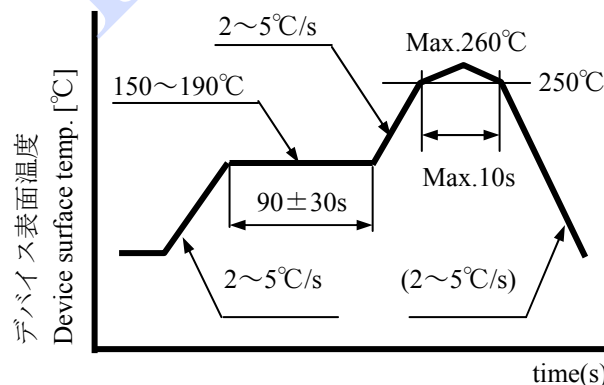

Fig.1 Reflow soldering recommended temperature profile
(2)リフローソルダリング Reflow soldering	推奨温度プロファイル例 (Fig.1) 参照願います。 *デバイス表面温度は Max.260°Cでリフロー回数は3回までとしてください。 (Refer to Fig.1 for an example of recommended temperature profile. *Device surface temp. is allowed Max.260°C and 3 times. )